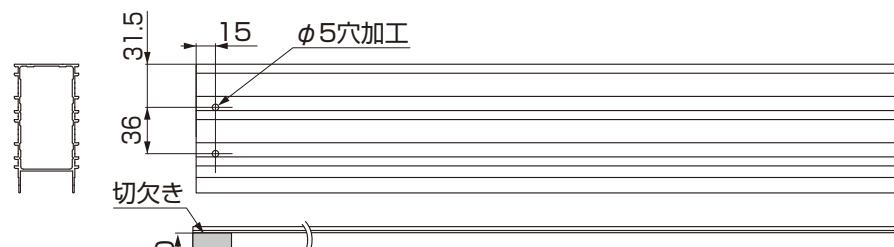

図10-12 出幅用 加工図
①図10-11、図10-12を参照して、ベース材に加工をしてください。